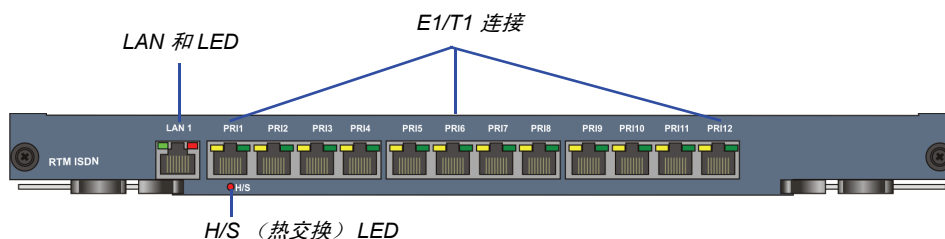

图 1-12 RMX 4000 RTM IP 后面板布局
- 可以将 7 根 E1 或 9 根 T1 PRI 电缆插入下图中所示的图 1-12 12 个接口中的任意接口。